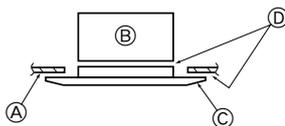

Fig. 8-7
8.3.3. Fixering av grillen (Fig. 8-7)